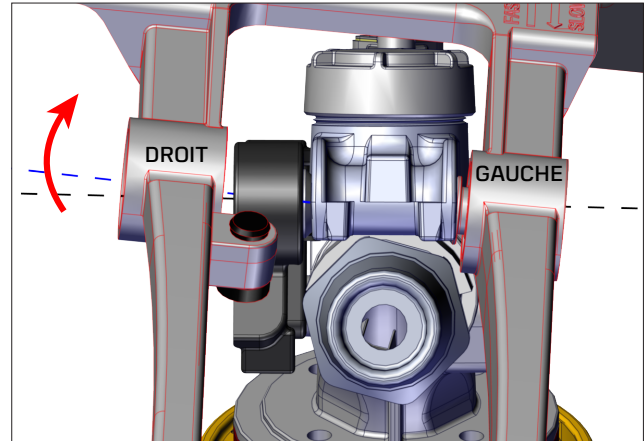

Fig. 4.
- F. Faites pivoter le moyeu du roulement du bras d'entraînement droit vers le haut et retirez le bras d'entraînement du Big Gun (voir Fig. 4).